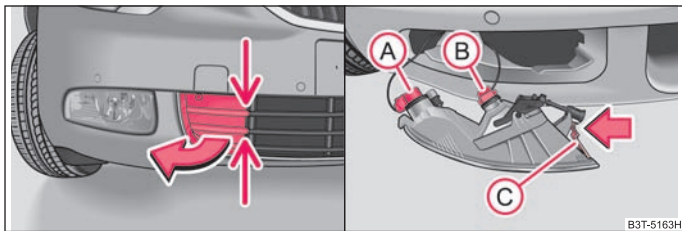

Fig. 218 Bara de protecție față: Capacul/ farurile de ceață cu lumină de zi
- Apucați capacul de locurile marcate cu săgeți ⇒ fig. 218 - stânga și scoateți-l.
- Introduceți mâna în deschizătura în care s-a aflat capacul și apăsați dispozitivul de prindere cu arc (C) ⇒ fig. 218.
- Rotiți fișa (A) sau (B) cu becul spre stânga până la limită și scoateți-o.